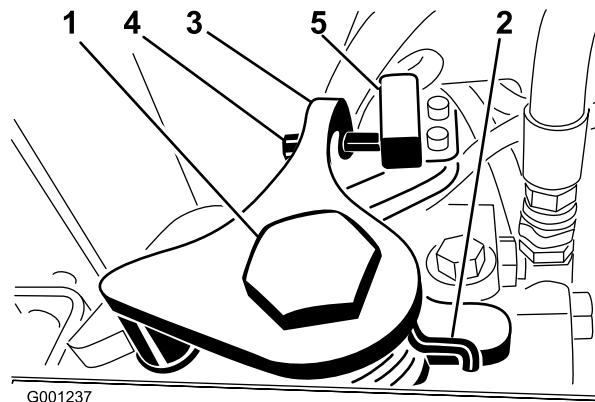

Bild 56
3. Lösen Sie die Befestigungsschraube gegenüber der Einstellnocke des Fahrtriebs (Bild 56).
7. Stellen Sie die Schraube am Neutral-Rücklaufarm (Bild 56) ein, bis der Abstand zwischen dem Schraubenende und dem Schalterkontakt 0,090 bis 0,12 Zoll beträgt.